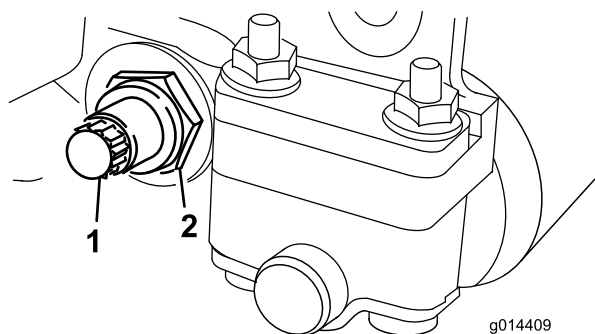
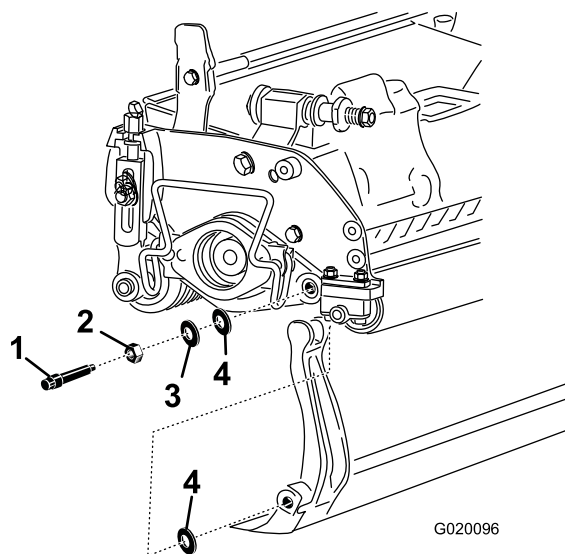

Figura 14
Figura 15
3. Su ciascun lato della macchina, allentate il dado di bloccaggio che fissa il bullone della barra di appoggio (Figura 14).
4. Togliete ciascun bullone della barra di appoggio consentendo alla barra di appoggio di essere tirata verso il basso e rimossa dal bullone della macchina (Figura 14). Tenete in considerazione le due rondelle in nylon e la rondella in acciaio stampato su ciascun lato della barra di appoggio (Figura 15).
2. Fissate la barra di appoggio su ciascuna piastra laterale mediante 2 appositi bulloni, dadi di bloccaggio (dadi sui bulloni) e 6 rondelle. Collocate una rondella in nylon su ciascun lato della flangia di estremità della piastra laterale. Posizionate una rondella in acciaio all'esterno della rondella in nylon esterna (Figura 15).
4. Serrate i dadi di bloccaggio in uguale misura su ciascun lato fino a quando non riuscite più a ruotare a mano le rondelle in acciaio (Figura 15).